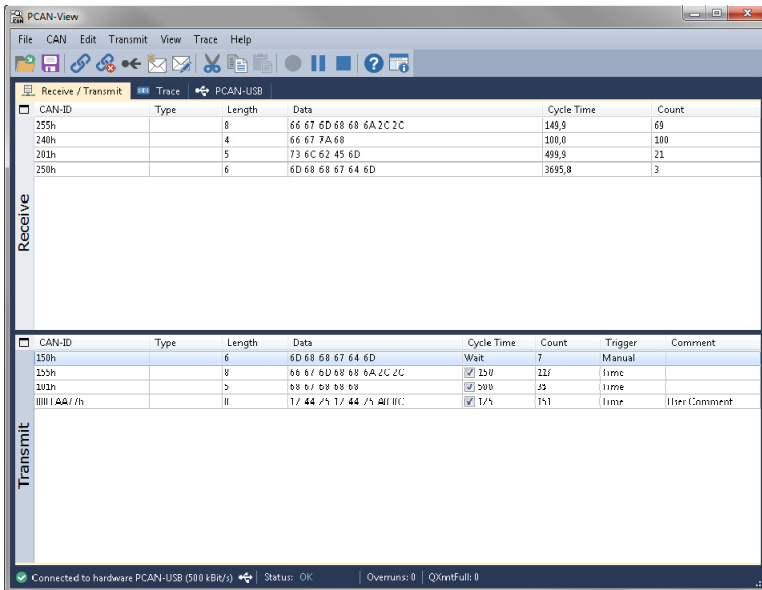

Abbildung 10: Registerkarte Senden/Empfangen
6. Betätigen Sie abschließend die Angaben im Dialogfenster mit **OK**. Das Hauptfenster von PCAN-View erscheint (siehe Abbildung 10).